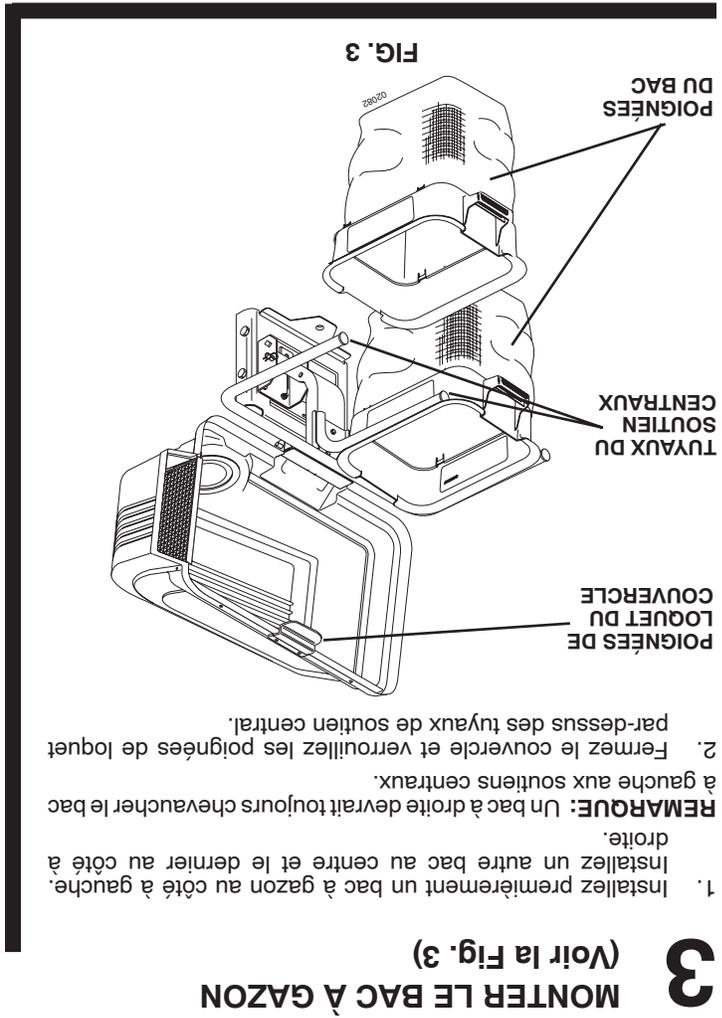

FIG. 3
**3** MONTER LE BAC À GAZON (Voir la Fig. 3)